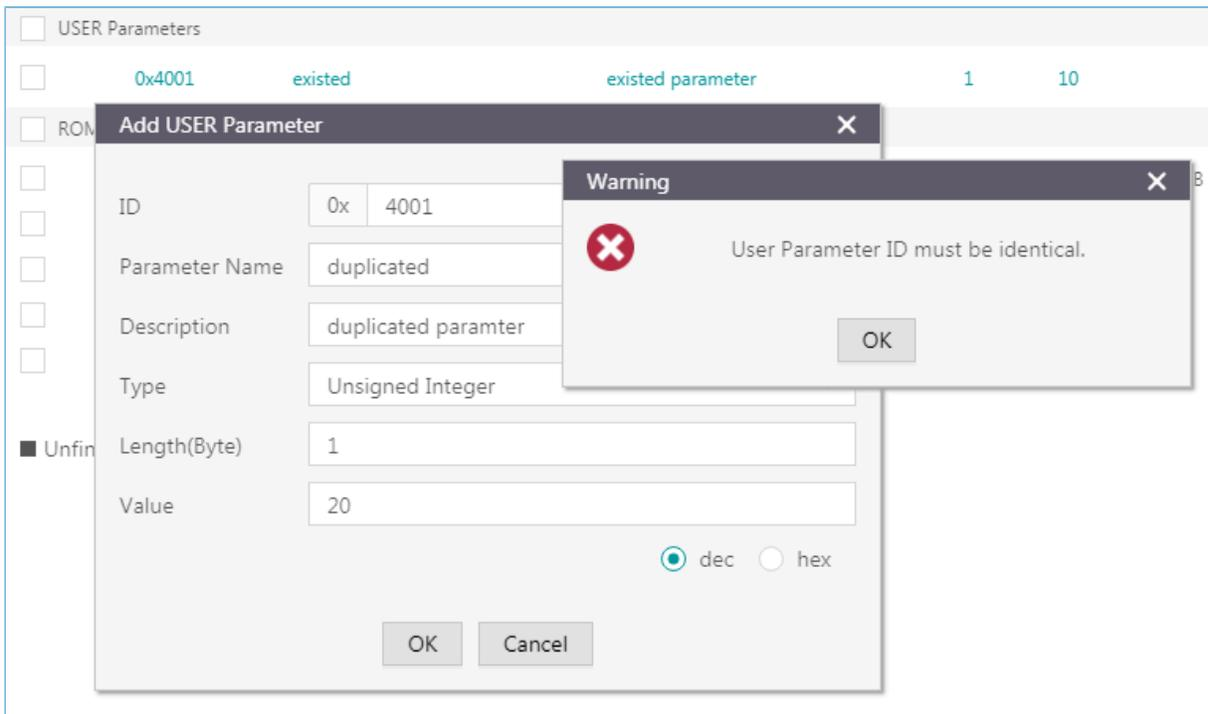

图 3-40 参数ID重复
- 新增参数的ID不能与列表中已有的参数ID相同。若相同，则将弹出警告提示信息，如图 3-40所示。